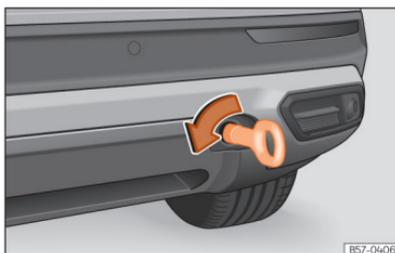

Fig. 200 No lado direito do para-choques traseiro: argola de reboque enroscada.
- Enrosque a argola de reboque no alojamento girando-a ao máximo **no sentido contrário ao dos ponteiros do relógio** »» **Fig. 200**, »» ⓘ. Utilize um objeto adequado com o qual possa enroscar completa e firmemente a argola de reboque no seu alojamento.